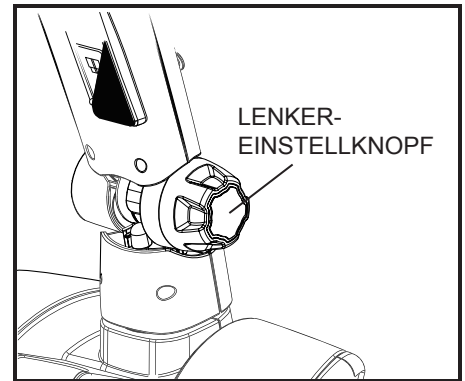

Abbildung 12. Lenkerwinkel-Einstellknopf
1. Halten Sie den Lenker fest und drehen den Lenkereinstellknopf im Gegenuhrzeigersinn, um den Lenker zu lösen. **Siehe Abbildung 12.**